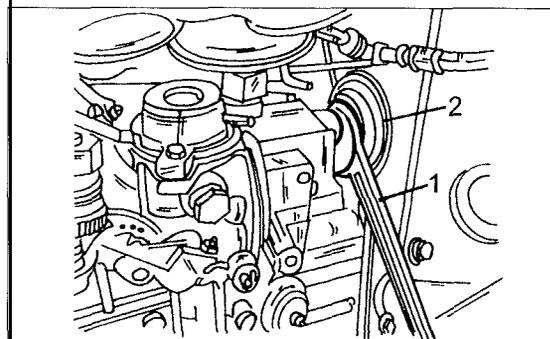

Bild 240
● Der Leerlauf wird an der Unterdrucksteuerdose eingestellt, deren Lage in Bild 239 gezeigt ist. Falls Verstellungen erforderlich sind, die Kontermutter (1) lockern und die Dose (2) verdrehen. Den Unterdruckschlauch (3) vorher von der Unterdruckdose abziehen. Die eigentliche Arbeit wird wie in Bild 240 gezeigt durchgeführt, d.h. die Kontermutter muss mit einem Gabelschlüssel gelockert werden. Nach der Einstellung den Unterdruckschlauch wieder aufstecken.